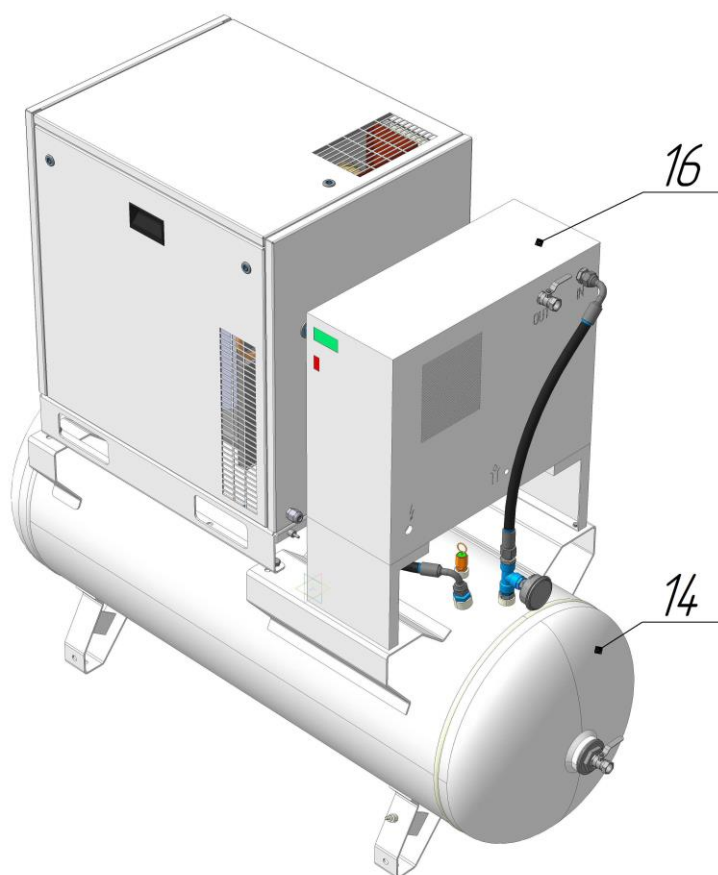

Рисунок 3 – Общий вид компрессорных установок КС3-...-270Д, КС5-...-270Д
**16 – Осушитель** (см. рисунок 3) предназначен для отделения влаги, содержащейся в сжатом воздухе.